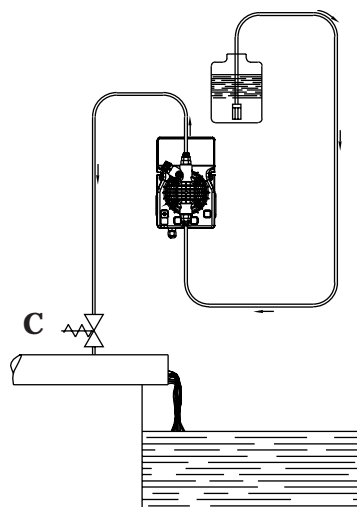

Fig. 6
- c.- Coloque la bomba como se muestra en la figura 5, teniendo presente que se puede fijar tanto debajo como por encima del nivel del líquido a dosificar, a una distancia máxima de 2 metros. El dispositivo de inyección se debe colocar siempre más arriba que el líquido a inyectar. Cuando la bomba trabaja a presión atmosférica (aditamento con descarga libre) y el depósito del aditivo está colocado más arriba del dispositivo de inyección (Fig. 6), controle periódicamente el funcionamiento de la válvula de inyección, ya que un uso excesivo podría hacer que cayera aditivo y entrara en la bomba (aunque el aparato esté apagado). Si esto sucediera, inserte una **válvula de contrapresión C** debidamente tarada entre la bomba dosificadora y el dispositivo de inyección (Fig. 6). Para los líquidos que generan vapores agresivos, no instale la bomba encima del depósito a menos que éste cerrado herméticamente.